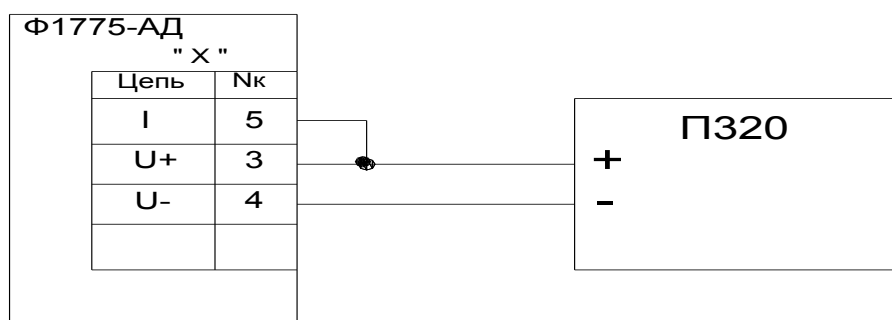

Рис.9
1) Поверку проводить на всех диапазонах измерения; калибратор подключать на вход прибора по схеме рис.9.